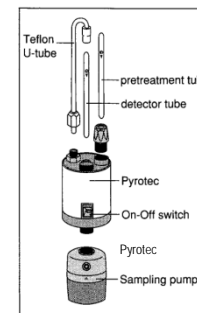

fig. 1
5. Introduzca el tubo firmemente en el pirolizador pirotécnico de Gastec con la flecha () del tubo orientada hacia el pirolizador pirotécnico de Gastec (fig. 1).